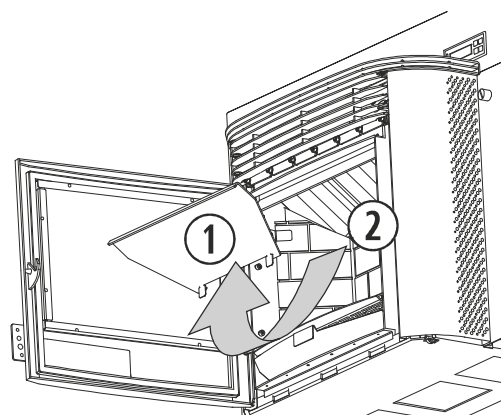

Figura 21
5.6. Nos modelos Eco II e Atenas, deve-se realizar uma ação de limpeza a maiores sobre o permutador de calor, esta ação terá uma frequência semanal. Como se vê na *figura 21* (Eco II), para ter um melhor acesso ao permutador e poder limpá-lo de forma exaustiva, devemos empurrar para cima a placa superior da grade, até desencaixar as patilhas que a fixam à placa central e puxá-la. Ao finalizar, colocamos de novo a placa superior, assegurando-nos de que as patilhas ficam corretamente encaixadas.
①	Placa superior da rede.
②	Tubos permutadores de calor.